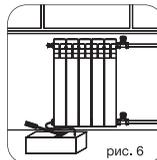

рис. 6
- 7.5. По завершению монтажных работ выполнить испытания систем отопления в соответствии с требованиями СП 73.13330.2016 «Внутренние санитарно-технические системы зданий». Гидростатическое испытание водных систем и приборов отопления должно проводиться под давлением, в 1,5 раза превышающем рабочее давление (пример рис. 6). По факту проведения испытаний составляется акт ввода системы и приборов в эксплуатацию в установленной форме.